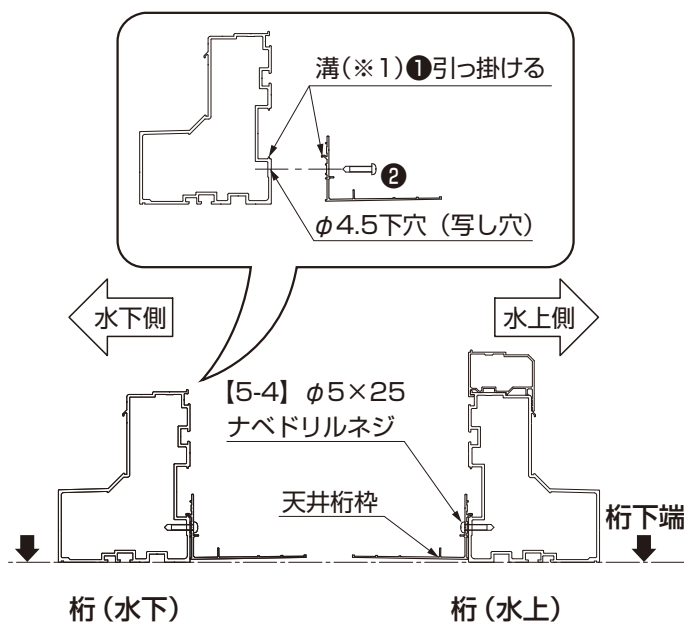

図6-10 スタイルコートLの場合
- スタイルコートLの場合は、天井桁枠を、「①桁に引っ掛ける、②【5-4】で取付ける」の手順で取付けてください。(図6-10参照)